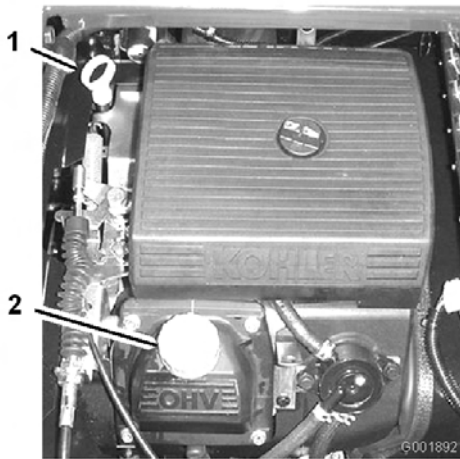

Figura 44
2. Retire la varilla y límpiela con un paño limpio (Figura 44). Introduzca la varilla en el tubo asegurándose de que entre a fondo. Retire la varilla y compruebe el nivel de aceite.
3. Si el nivel de aceite es bajo, retire el tapón de llenado de la cubierta de la válvula (Figura 44) y vierta aceite por el orificio hasta que el nivel de aceite llegue a la marca Lleno de la varilla. Añada el aceite lentamente y compruebe el nivel a menudo durante este proceso. No llene demasiado.
8. Agregue lentamente un 80% de la cantidad especificada de aceite por el tubo de llenado (Figura 44).